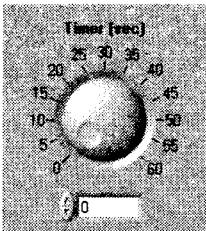

Рис. 12.8
1. На лицевой панели создайте ручку управления и выберите опцию **Видимые элементы** ⇒ **Цифровой дисплей** (Visible Items ⇒ Digital Display), как показано на рис. 12.8.